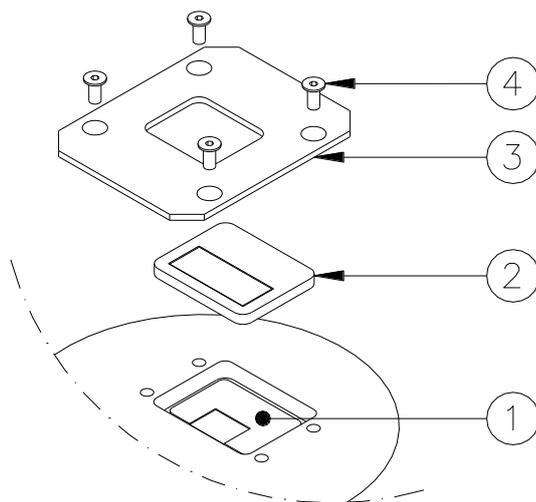

Figura 26 – Superficie del prisma da pulire
- rimuovere il portalamпада (Figura 26 - n°3) svitando le relative viti TSCE M5x12 (Figura 26 - n°4)
- rimuovere l'assieme del filtro (Figura 26 - n°2)
- pulire il prisma (Figura 26 - n°1) con prodotto non abrasivo